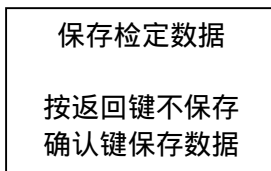
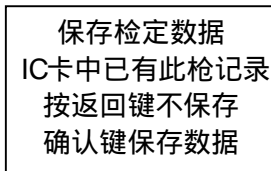

图 6-3-30 保存数据提示
图 6-3-31 保存数据提示
(7) 有检定卡情况下,显示保存数据的提示信息(图 6-3-30)。按“返回”键,放弃保存;按其它键,将数据保存到检定卡中(图 6-3-31)。